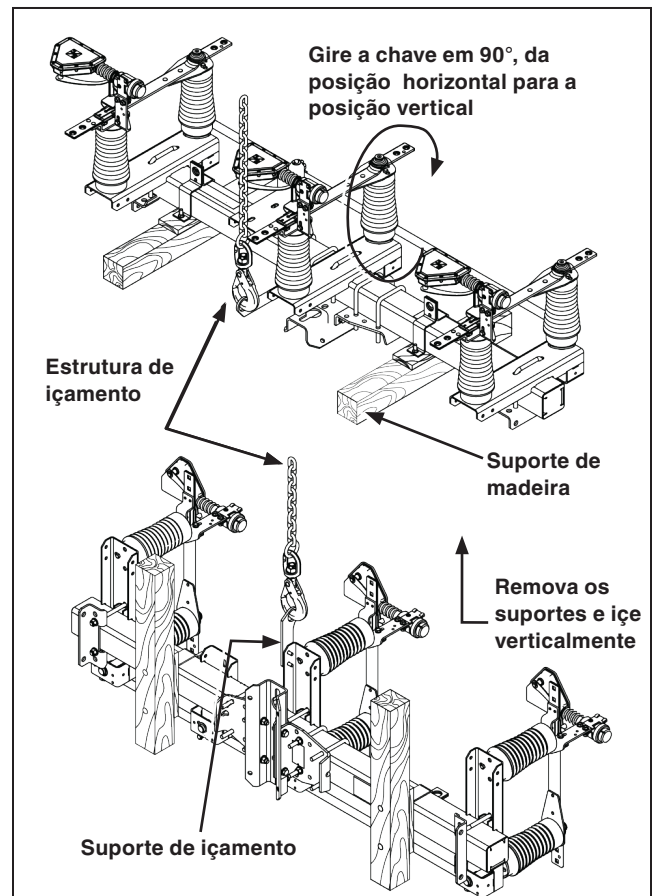

Figura 4. Içamento da Chave Omni-Rupter configuração de montagem vertical.
Em chaves na configuração de montagem vertical: As chaves na configuração vertical são fornecidas com um suporte de içamento retrátil em um único ponto, montado de forma permanente na base da chave. Ver Figura 4.
Prenda as correias de içamento **SOMENTE** ao suporte de içamento da chave, localizado nas imediações do polo central. Desparafuse os suportes de madeira do palete. Durante o içamento, a chave deve girar aproximadamente 90° em relação à posição vertical dos suportes de madeira. Ver Figura 4. Remova os suportes de madeira e fixe a chave ao poste ou à estrutura.
- (c) Ice a chave como mostrado na Figura 4 na página 9 até o ponto de início do esticamento das correias.